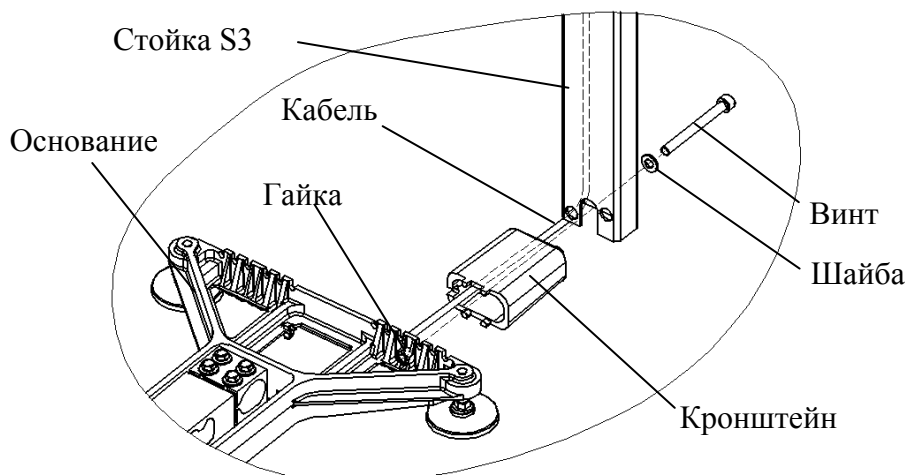

Рисунок 6.3 - Крепление прямоугольной стойки к основанию весовой платформы
- обязательно протянуть кабель весовой платформы через кронштейн и стойку (см. рисунок 6.3);